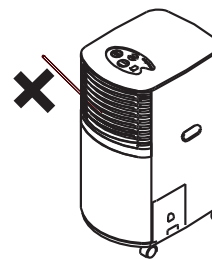

Abb. 2
- Die Abdeckplatten vor den Luftöffnungen des Geräts dürfen nicht verdeckt oder versperrt werden (Abb. 2).